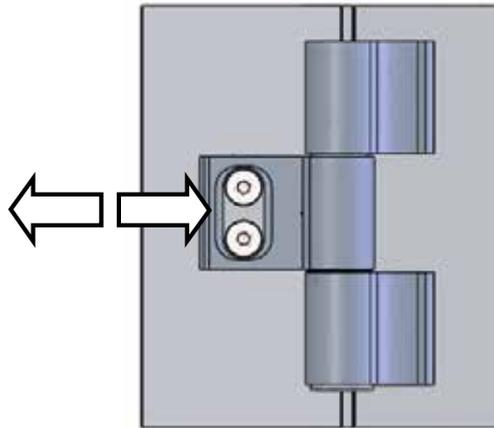

Рис. 28
18.3 Отрегулировать положение полотна двери по горизонтали в диапазоне ± 3 мм (Рис. 28).